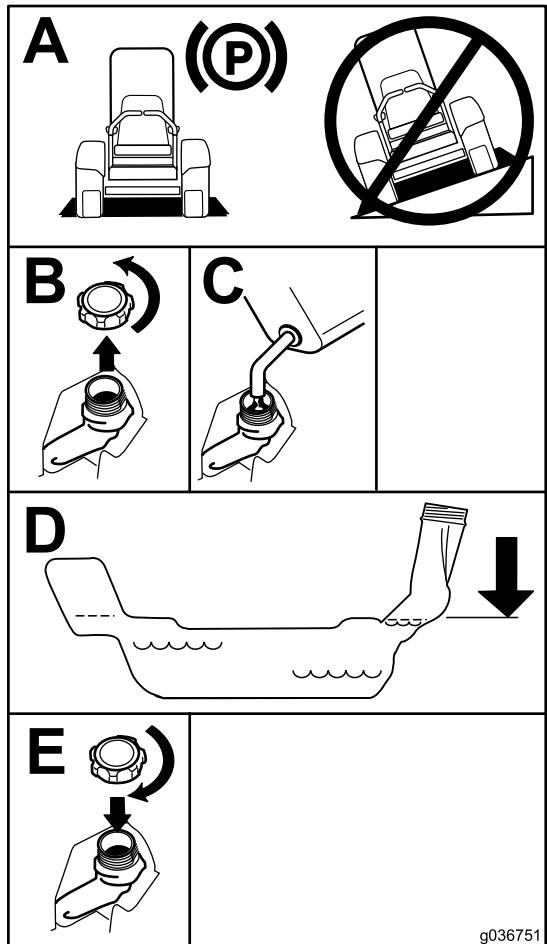

Figura 7
5. Umpleți rezervorul de combustibil până la partea inferioară a buonului (Figura 7).